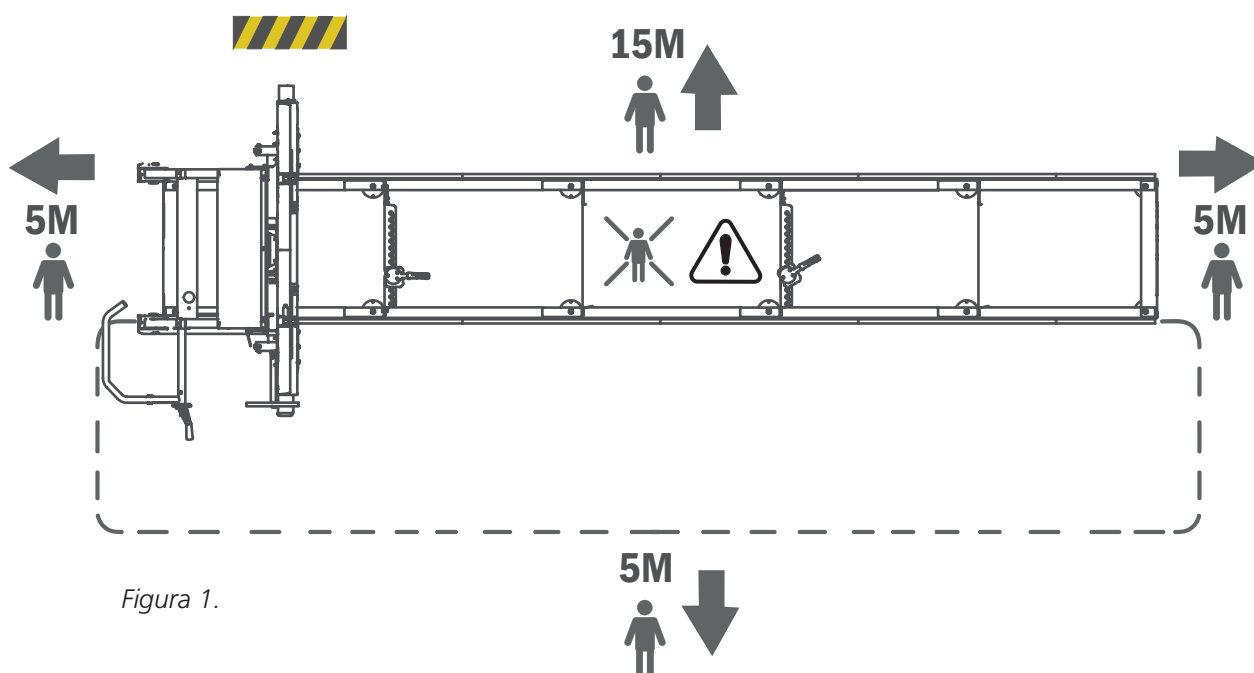

Figura 1.
-  La distancia mínima de seguridad alrededor del aserradero de cinta se muestra en la figura 1. Tenga en cuenta que la distancia de seguridad en el lado izquierdo del aserradero de cinta es de 15 m, ya que, en caso de rotura de la cinta de sierra, existe el riesgo de que salgan despedidos fragmentos de la misma a través del conducto de aserrín. La zona de peligro en los demás lados alcanza los 5 m de distancia (*figura 1*).